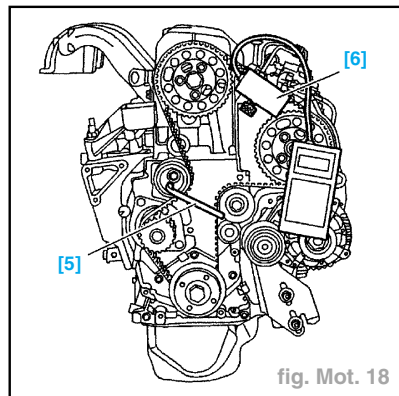

fig. Mot. 18
- Serrer les vis (7) et (8) à **0,5 daN.m**.
- Agir sur le galet tendeur pour effectuer une tension de la courroie à **100 unités SEEM**, à l'aide des outils [5] 4507-TJ et [6] 4122-T (SEEM C.TRONIC 105.5) (fig. Mot. 18).
- Effectuer la tension finale de la courroie à **55 ± 5 unités SEEM**, à l'aide des outils [5 et 6] (fig. Mot. 18).
- Déposer les outils [5 et 6] (fig. Mot. 18).